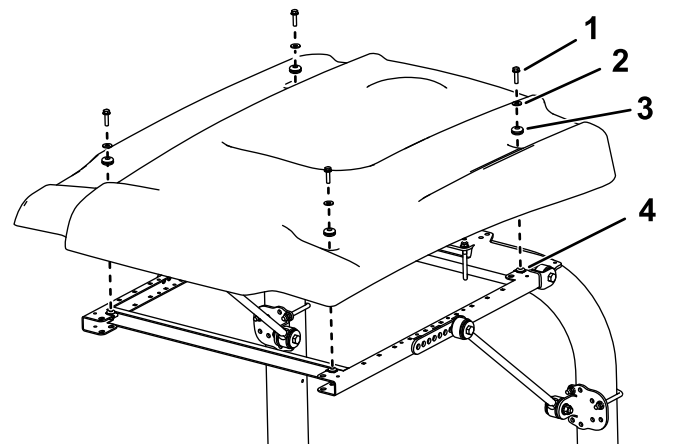

Figura 32
- Alinee los taladros de montaje y posicione el toldo sobre el bastidor, según se muestra en Figura 32.
- Sujete provisionalmente cada esquina del toldo al bastidor con un perno con arandela prensada (5/16" x 1 1/4"), una arandela pequeña y un anillo de goma (Figura 32).